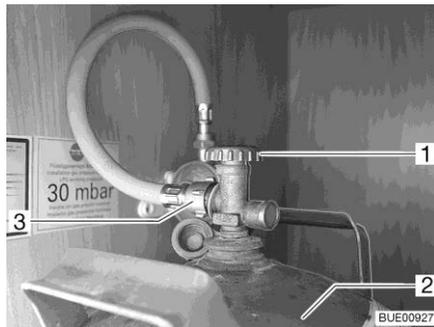

Fig. 94 Caja para bombonas de gas
- Cerrar la llave de paso principal (Fig. 94,1) de la bombona de gas (Fig. 94,2). Observar el sentido de la flecha.
- Desenroscar la goma del gas (Fig. 94,3) de la bombona de gas.